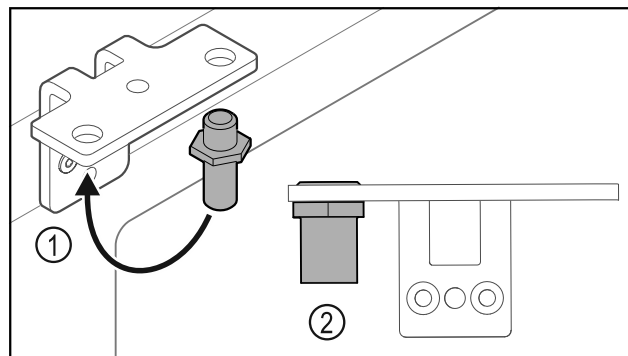

Fig. 29
- ▶ Преместете болта Fig. 29 (1) в ъгъла на пантата.
- ▶ Затегнете болта Fig. 29 (2) с **въртящ момент от 12 Nm**.